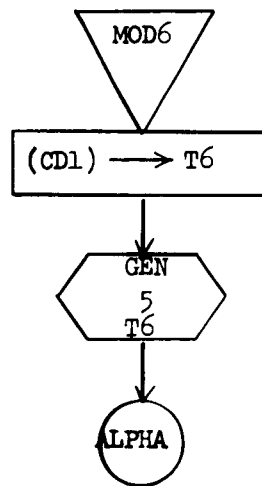

Figure 7.36 MODULE 6
7.3.7.3.6 MODULE 6 (Figure 7.36)